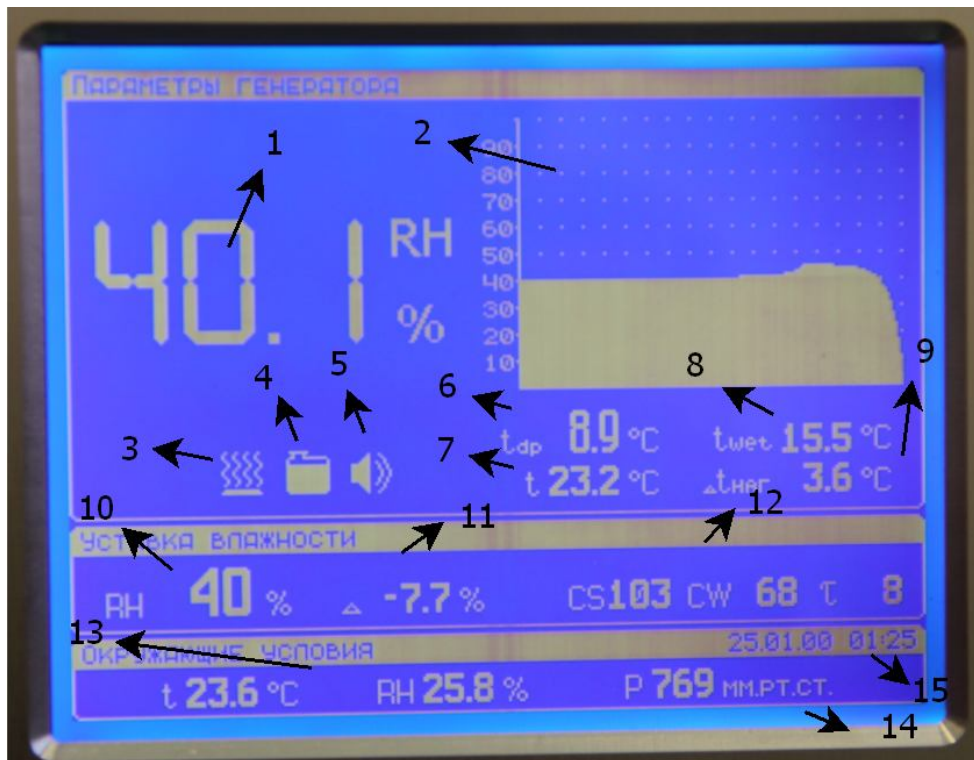

Рис. 4. Рабочая заставка на информационном дисплее генератора.
7.3. 1. Подача генератором трех звуковых сигналов означает его готовность к работе, на информационном дисплее генератора 8 появляется рабочая заставка, приведённая на рис. 4.
7.3.7. Сведения, отображаемые на дисплее генератора, представлены на рис. 4.